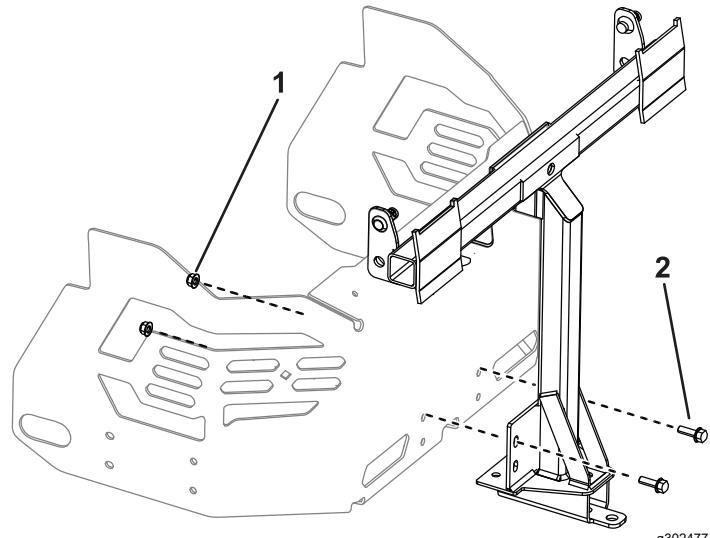

Figura 15
3. Scoatei cele 2 uruburi cu autofiletare existente din partea de jos a cadrului mainii (Figura 15).
4. Fixai uor cadrul pivotant la cadrul mainii utilizând 2 uruburi ($5/16 \times 1"$) și 2 piulie ($5/16"$) ca cum se arată în Figura 15.
6. Strângeți cele 2 uruburi ($5/16 \times 1"$) și 2 contrapiulițe ($5/16"$) ca cum se arată în Figura 15.